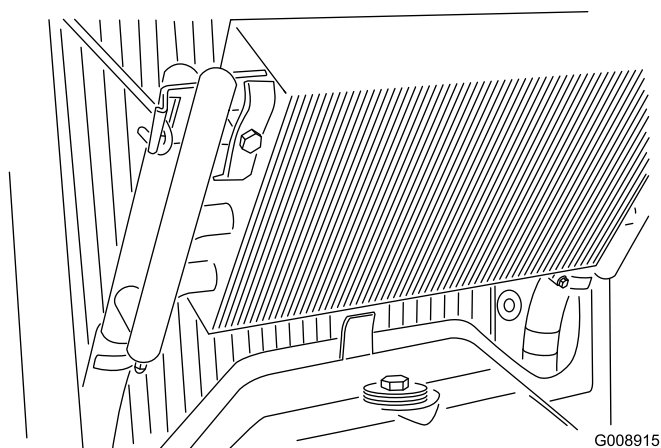

Figura 53
3. Sbloccate il radiatore dell'olio e giratelo indietro (Figura 53). Pulite accuratamente con acqua o aria compressa entrambi i lati dell'area del radiatore dell'olio e del radiatore. Riportate il radiatore dell'olio nella posizione originale.